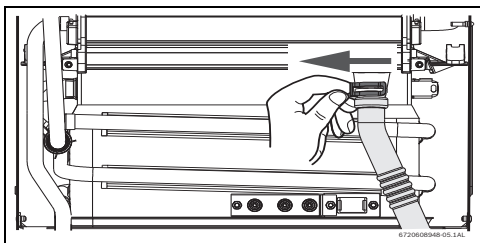

Fig. 28
- ▶ Retirar el clip y soltar la extremidad del tubo de condensados, consultar (Fig. 28 ).